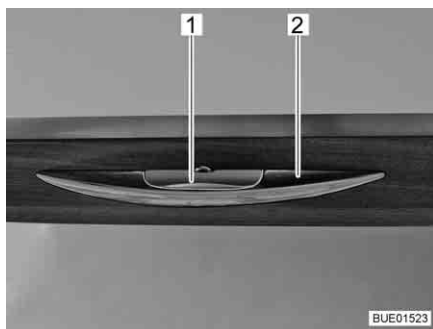

Fig. 76 Tirador con listón de desbloqueo
- Pulsar y mantener pulsado el listón de desbloqueo (Fig. 76,1).
- Tirar del tirador (Fig. 76,2) hasta que la trampilla de mueble esté abierta.